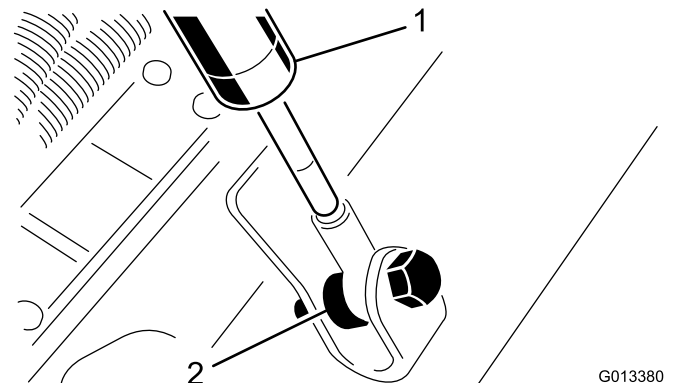

Bild 6
9. Entfernen Sie die Bolzen, Distanzstücke und Bundmutter, mit denen das andere Ende der Stoßdämpfer am Mähwerk befestigt sind (Bild 6).